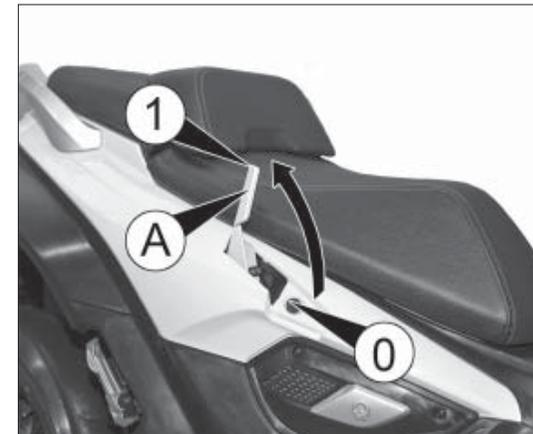

fig. 8
- abbassare la leva A fig. 8, accompagnandola senza mai lasciare la presa durante tutta l'operazione, dalla posizione 1 alla posizione 0.